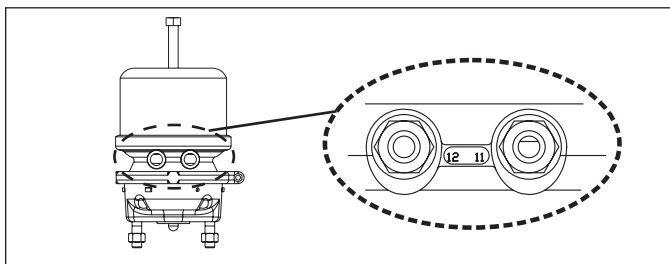

Figura 12: designación de puertos
3. Si las mangueras de aire fueron desconectadas, vuelva a conectarlas según las marcas y asegúrese de que no estén torcidas o en contacto con los componentes móviles del vehículo. El enrutamiento de la manguera de aire debe permitir un recorrido completo de la mordaza. Tenga en cuenta que, para las cámaras de servicio de frenos de muelle, los puertos se indican mediante: Puerto de freno de servicio "11" y puerto de freno de muelle "12". (Consulte la figura 12).